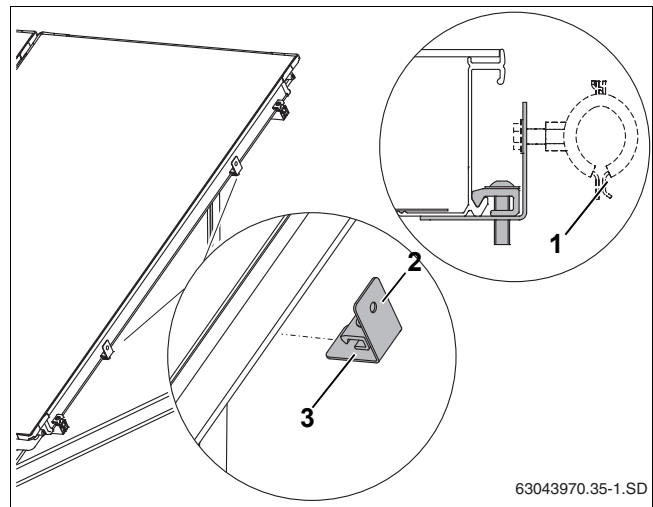

Рис. 56 Крепление держателя к раме коллектора
Мы рекомендуем применять обычные хомуты для труб (рис. 56, [1]) для крепления сборных линий в отверстиях с резьбой М8 на держателе (рис. 56, [2]).
- ▶ Установите держатель (рис. 56, [3]) на раму коллектора и затяните винт ключом SW 5.